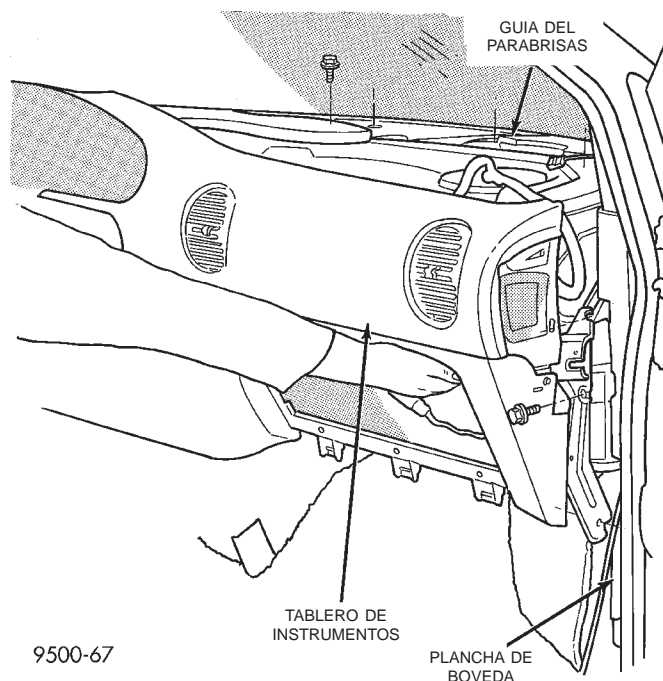
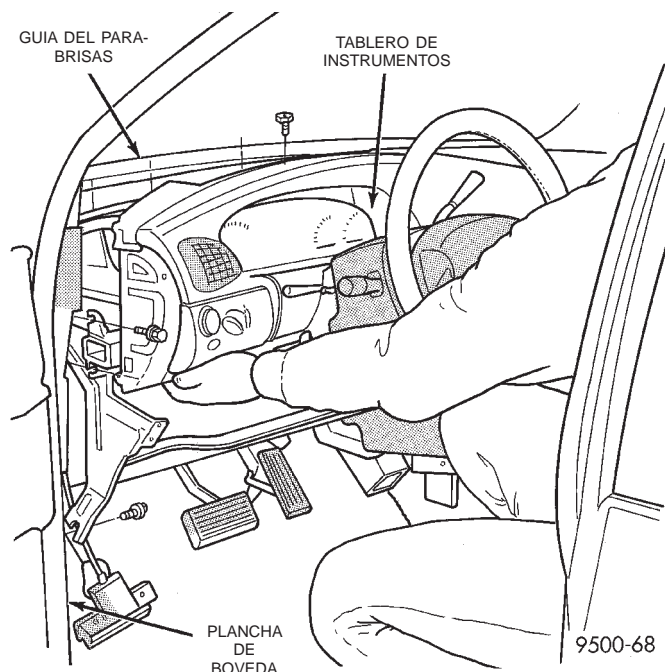

Fig. 32 Tablero de instrumentos del lado del acompañante
Fig. 33 Tablero de instrumentos del lado del conductor
(22) Retire la tuerca que sujeta el soporte del cable de la palanca de cambios al marco del tablero de instrumentos.
(23) Retire el soporte del tablero de instrumentos.
(24) Retire el tornillo que sujeta la manivela de desenganche del capó al tablero de instrumentos.
(25) Retire el perno que sujeta la manivela de desenganche del capó al tablero de instrumentos.
(26) Aparte la manivela de desenganche del capó.
(27) Retire la cubierta superior del tablero de instrumentos. Consulte el procedimiento en Desmontaje e instalación de la cubierta superior del tablero de instrumentos, en esta sección.
(28) Desconecte el conector de cables del mazo del HVAC, detrás de la zona de la guantera.
(29) Retire los pernos que fijan el marco del tablero de instrumentos a los soportes en las planchas de bóveda laterales (Fig. 32) y (Fig. 33).